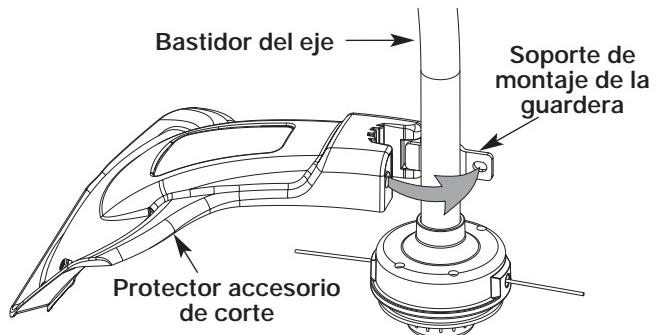

Figure 3
1. Coloque el protector del accesorio de corte en el bastidor del eje. Cerciórese de que el soporte de montaje de la guardera se deslice en la ranura situada en el borde del protector de corte. Gire el protector en sentido antihorario hasta que quede en su lugar (Fig. 3). Los orificios en el soporte de montaje de la guardera y el protector del accesorio de corte se alinearán.